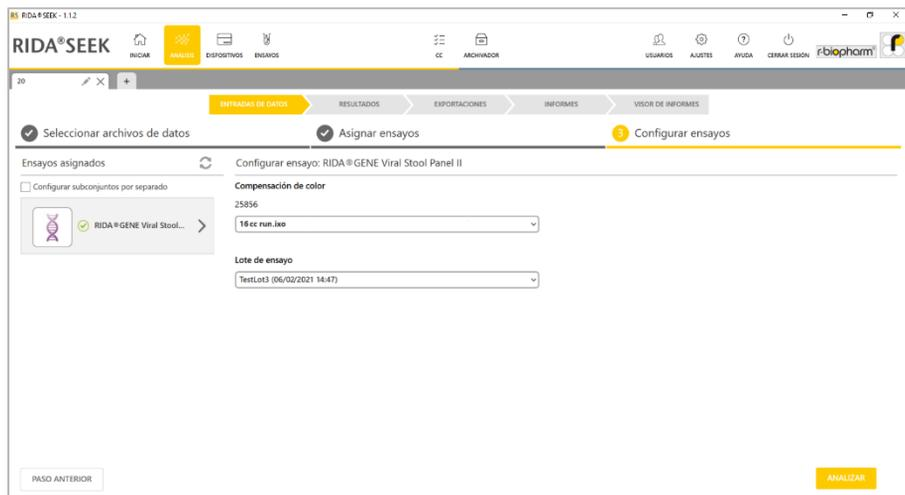

Figura 29: Módulo **ANÁLISIS**: apartado **(3) Configurar ensayos**, selección de un archivo CC.
En el caso de los equipos LightCycler® y cobas® de Roche, se carga un archivo CC en el dispositivo asociado y se vincula a un complemento de ensayo (**2.3.1 Agregar o editar un archivo de compensación de color**). A partir de entonces, estará disponible como una opción del menú desplegable en el paso **(3) Configurar ensayos** de la sección **ENTRADAS DE DATOS** en el módulo **ANÁLISIS** (figura 29). De este modo, el usuario solo tiene que configurar una vez una CC por dispositivo y por ensayo. Se recomienda actualizar los archivos de compensación de color de acuerdo con las instrucciones de uso del ensayo. Cuando el ensayo esté configurado como se requiere, seleccione el botón **ANALIZAR**. El análisis de los datos se realizará automáticamente.